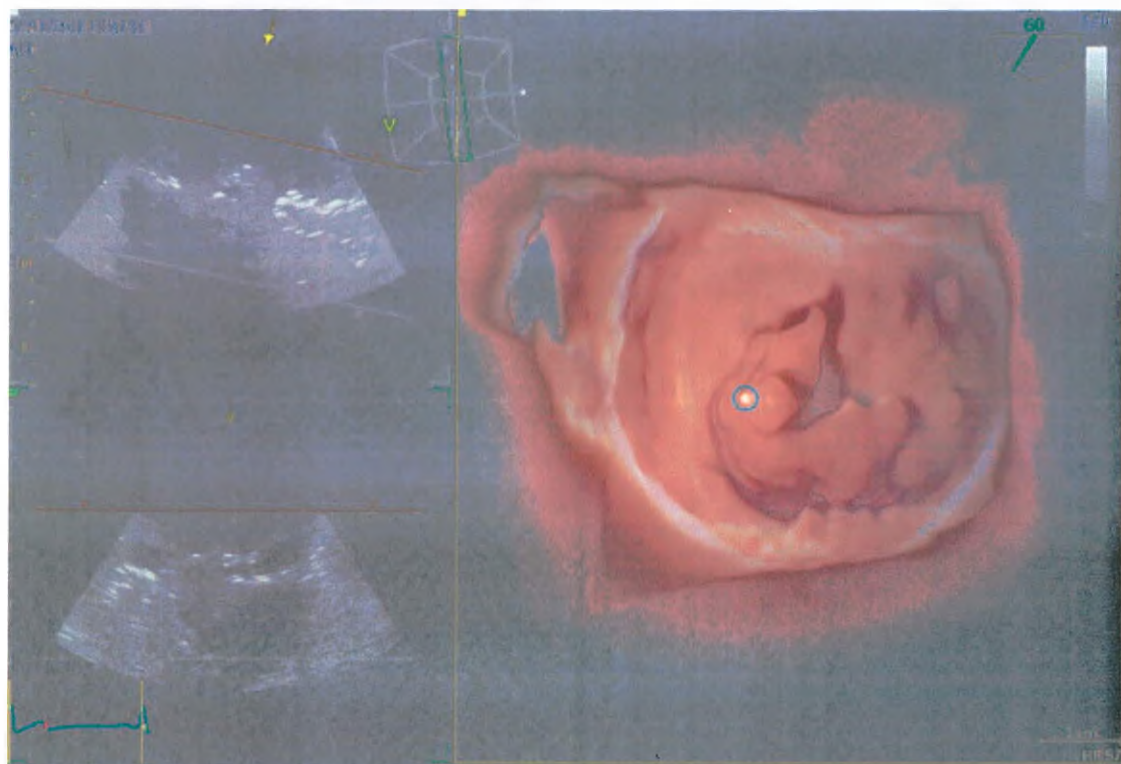

Рис. 6-13. Помещение точечного источника света в реконструкцию.
2. Отрегулируйте положение точечного источника света при помощи указателя трекбола, перемещая его по реконструкции или по слоям. Положение точечного источника света указывается небольшой белой сферой, очерченной синим (см. Рис. 6-13).